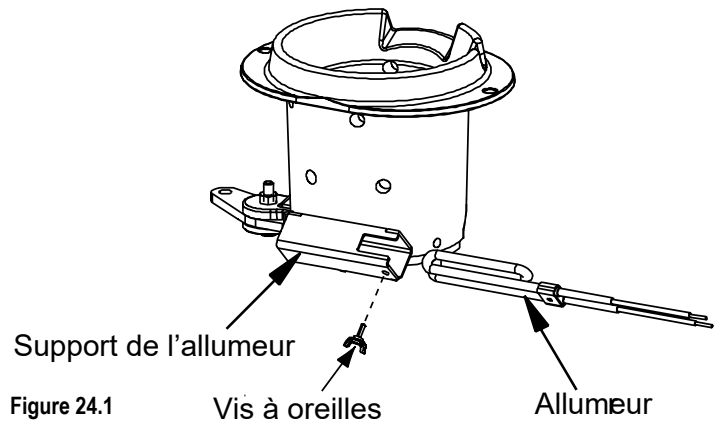

Figure 24.1
2. Les fils de l'allumeur sont connectés au faisceau de câbles au moyen de cosse rectangulaires mâles/femelles de 6 mm (1/4 po). Ces fils tireront vers l'avant d'environ 102 à 127 mm (4 po à 5 po). Déconnectez les cosse rectangulaires et sortez l'allumeur du logement. Desserrez la vis à oreilles et sortez l'allumeur (**Figure 24.1**).